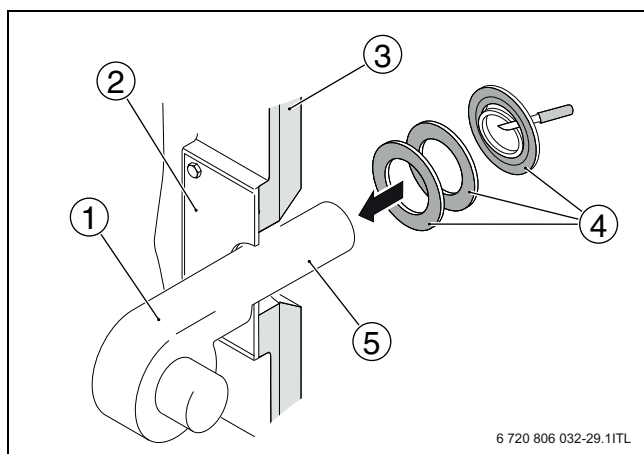

Рис. 21 Монтаж горелки
- ▶ Закрепите болтами горелку (→ рис. 21, [1]) на плите [2].